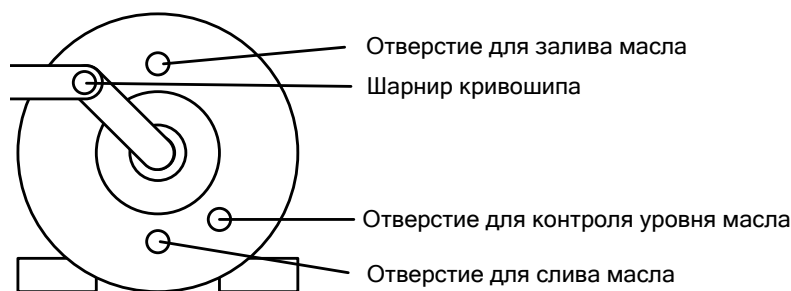

Рисунок 13 – Мотор – редуктор
5.8.3 В верхней части корпуса мотор - редуктора находится отверстие для залива масла, закрытое пробкой. В нижней части корпуса расположено отверстие, закрытое пробкой, для слива масла. Достаточный уровень масла определяется при помощи отверстия для контроля уровня масла (см. рисунок 13).
5.8.4 Смазку шарнира кривошипа (см. рисунок 13) необходимо выполнять по мере старения смазки но не реже одного раза в два года (ЦИАТИМ-203 ГОСТ 8773-73 или ЛЗ-ЦНИИ ГОСТ 19791-74).